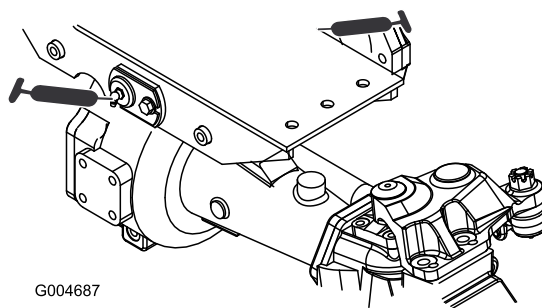

Figura 63
- 2 boccole orientabili dell'assale anteriore e posteriore (Figura 63)